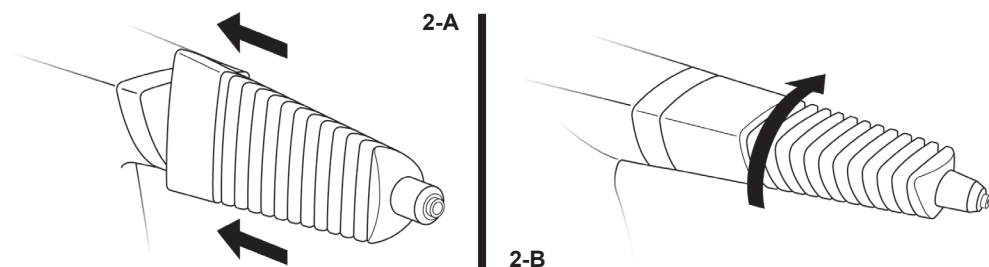

FIGURA 2
2. Deslice la Boquilla de Chorro en la Boquilla de Vapor: las chavetas de guía deben encajar en las ranuras para chavetas. Empuje la Boquilla de Chorro todo lo que pueda (FIGURA 2-A). Gire la Boquilla de Chorro 90° hacia la derecha hasta que ya no se mueva (FIGURA 2-B).